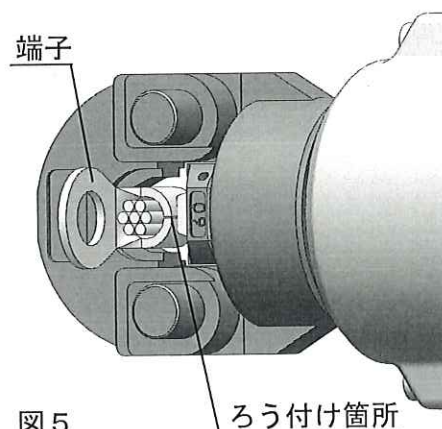

図5
- 6 端子（スリーブ）は、ろう付け箇所を雄ダイス側に合わせ、端子の筒部が中心になるように保持しながら、作動スイッチを操作し、端子が落ちない程度に固定（仮押え）してください。(図5)
- 7 電線を、端子および直線重ね合せ用スリーブ（P）は筒部端より1mmほど出るまで、直線突合せ用スリーブ（B）は突き当たるまで挿入してください。(図5)